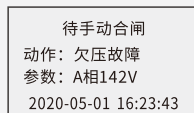

图16
11.2 欠压故障显示界面，当前电压小于欠压档位设定且大于缺相设定电压时，显示实时故障电压屏幕显示如图16所示。